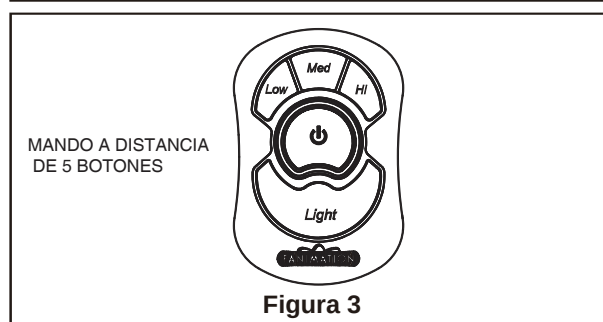

Figura 3
- ☐ 3. El transmisor del mando a distancia de 5 botones incluye 5 botones para controlar las velocidades baja, media y alta del ventilador, así como el encendido y apagado del mismo. Se dispone de niveles de luces infinitos manteniendo pulsado el botón on/off. (Figura 3)